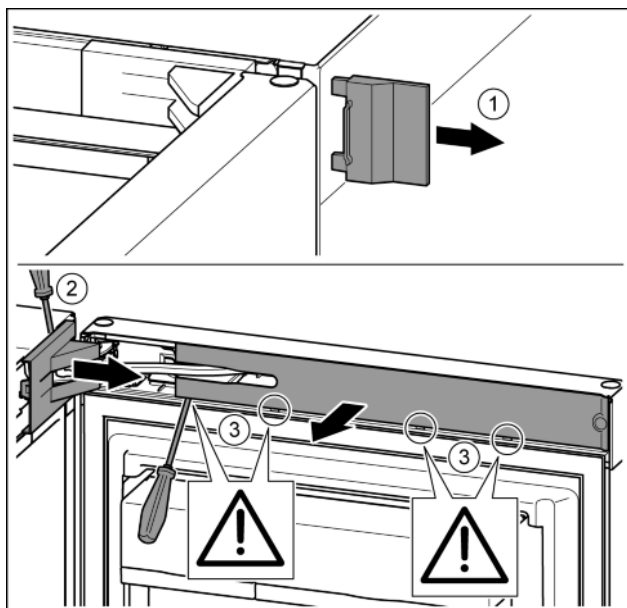

Fig. 9
- ▶ Снять внешнюю крышку. Fig. 9 (1)
- ▶ При помощи отвертки освободить от фиксаторов крышку опорного кронштейна и отсоединить. Снять крышку опорного кронштейна. Fig. 9 (2)
- ▶ Вывести накладку из зацепления и отвести в сторону. Fig. 9 (3)